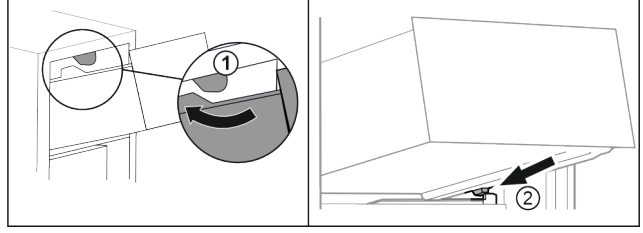

Fig. 65
- Çekmeceyi üst durdurucuların etrafından döndürün. Fig. 65 (1)
- Çekmeceyi alt durdurucuların çapraz arkasında hazne tutma çıkıntısının üzerine yerleştirin. Fig. 65 (2)